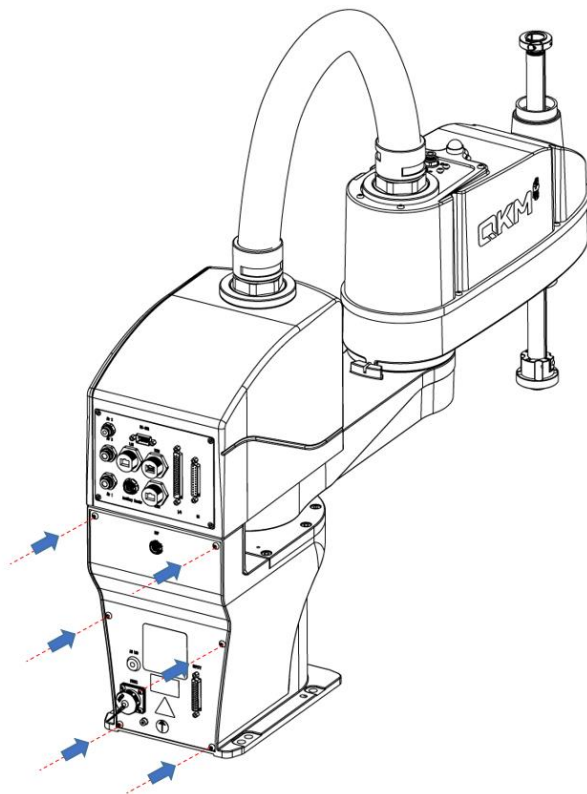

图 4-13 基座接口面板安装示意图
**步骤2** 将基座接口面板对准机器人本体上的螺钉孔位，再使用 2.5 号扳手将机器人基座接口面板的紧固螺钉进行锁紧（锁紧扭矩为  $0.5\text{N}\cdot\text{m}$ ），如图 4-13 所示。